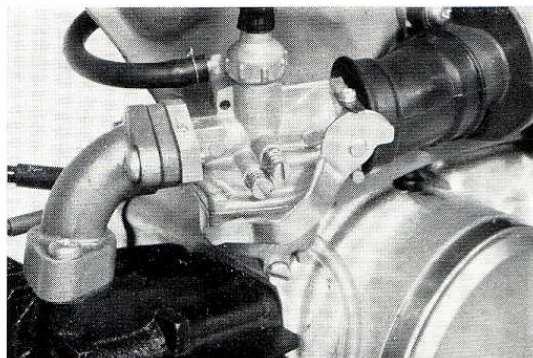

Fig. 44. — REGLAGE DU CARBURATEUR EN MARCHE A VIDE.
3. Réajustez la vis de limitation pour marche à vide à la marche à vide normale de 1.500 rotations par minute. (Fig. 44).